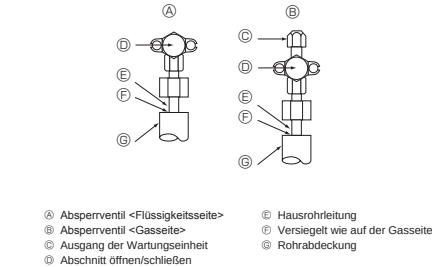

Fig. 5-4
5.4. Verfahren zum Prüfen der Rohre auf Dichtigkeit (Fig. 5-4)
- Wenn der Druck in den Schritten (2) oder (3) abfällt, entweicht Gas. Suchen Sie nach der Gasaustrittsstelle.